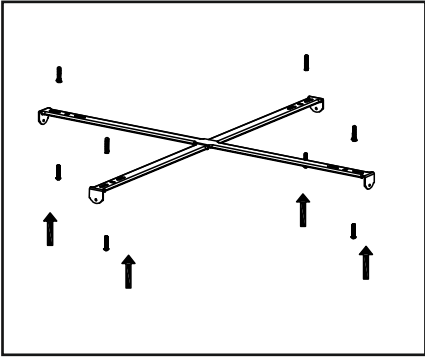

Рис. 1
- 5.11 Наметьте и просверлите четыре отверстия на поверхности потолка по месту установки в соответствии с перфорацией крестообразных направляющих (рис. 1).